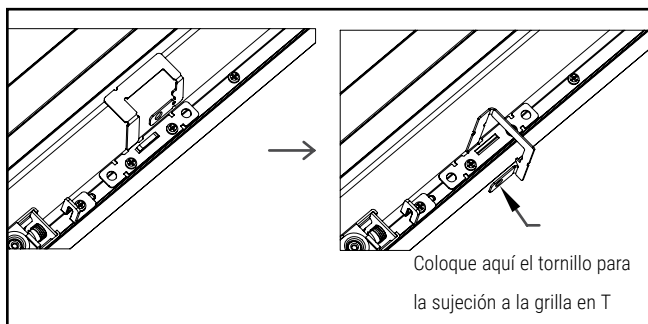

Figura 10.
6. Doble los 4 clips antisísmicos como se muestra en la Figura 10. Si lo desea, o lo exige el código local, introduzca un tornillo autoperforante (no incluido) para conectar los clips a la grilla en T. Ver Figura 10.